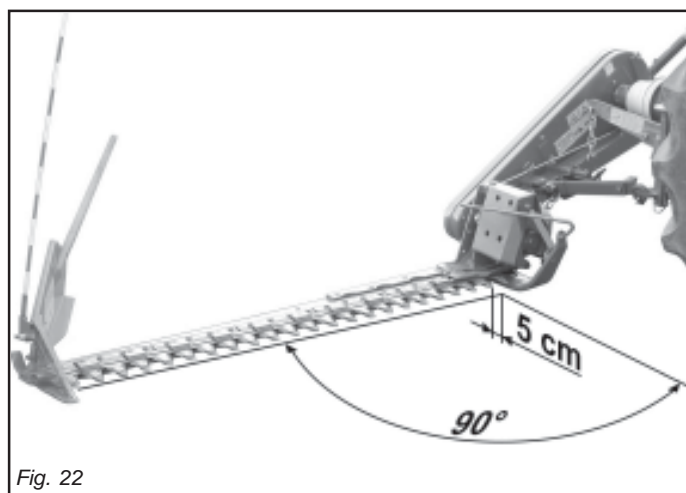

Fig. 22
- Man soll die Mähmaschine mit der Befestigungsketten der Traktorunter-lenker zentrieren damit, wenn die Maschine auf dem 3 Punktenanschluss blockiert ist, die Spitze der äussersten Finger im Verhältnis zur Rechtwinkligkeit des Traktors um ca. 5 cm nach vorn versetzt ist (Abb. 22).